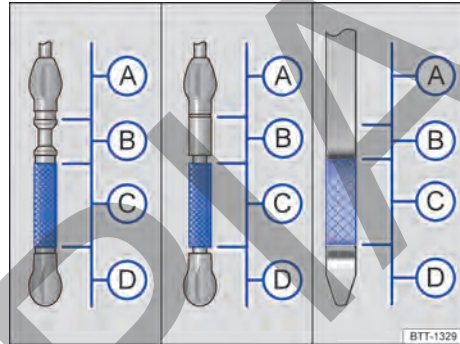

Fig. 173 Marcas del nivel de aceite del motor en la varilla de medición del nivel de aceite (variantes).
6. Extraiga nuevamente la varilla de medición y compruebe en ella el nivel de aceite como sigue → fig. 173:
12. Al final del proceso, el nivel de aceite debería encontrarse por el centro de la zona → fig. 173 . No debería encontrarse en la zona , por encima de , y no permita nunca que se encuentre en la zona  → pág. 247.
- Si ha añadido demasiado aceite del motor por descuido y el nivel se encuentra en la zona → fig. 173 , no ponga el motor en marcha. Avise a un taller especializado y, dado el caso, solicite la ayuda de personal especializado. ¡De lo contrario podrían dañarse el catalizador y el motor!
No permita en ningún caso que el nivel de aceite del motor se encuentre por encima de la zona → fig. 173 . De no ser así, podría aspirarse aceite por el respiradero del cárter del cigüeñal y llegar a la atmósfera a través del sistema de escape. <